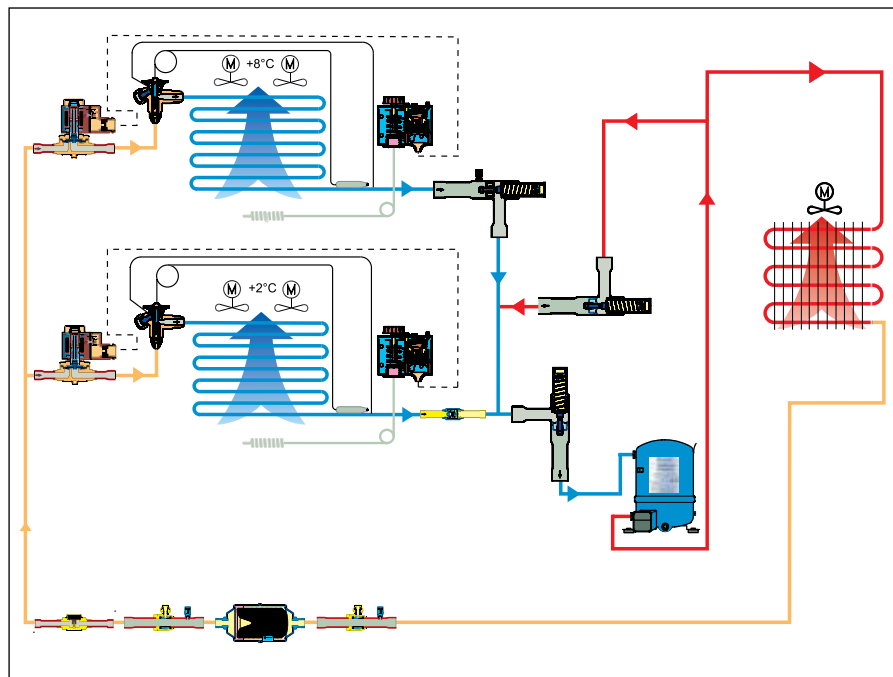
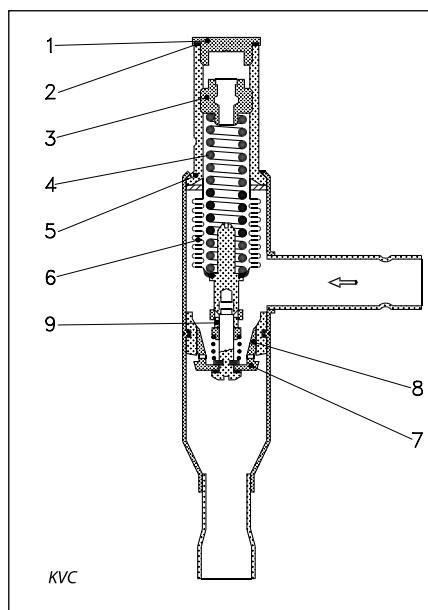
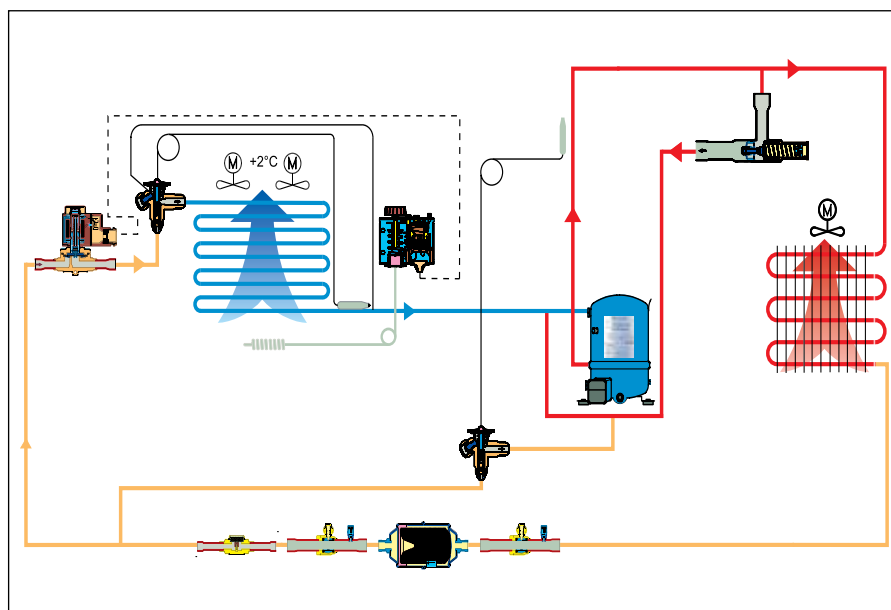

Рис. 1. Схема холодильной установки с использованием перепуска горячего газа
Рис. 2.
Рис. 3. Схема холодильной установки с использованием перепуска горячего газа и впрыска жидкости
да давление на стороне всасывания становится меньше чем величина его уставки (см. рис. 1). KVC откроется больше, если всасывающее давление продолжит уменьшаться или же наоборот прикроется, если всасывающее давление будет в дальнейшем продолжать расти. Это означает, что клапан будет регулировать давление согласно заданных условий, используя перепуск горячего газа. Поддержание регулятором KVC заданного давления зависит только от значения давления на его выходном патрубке. Изменения значений давления на входном патрубке регулятора не влияют на степень его открытия, поскольку KVC оснащен сильфоном (6), имеющим эффективную площадь поверхности, равную площади поверхности затвора клапана (см. рис. 2).
KVC без впрыска жидкости может быть использован для регулирования (замещения) нагрузки на компрессор между 50-100 % от его номинального значения. Если более чем 50 % представленной холодопроизводительности должно быть замещено, тогда впрыск жидкости – необходим. На рис. 1 показана схема холодильной системы без использования впрыска жидкости. На рис. 3 показана схема системы с использованием впрыска жидкости.